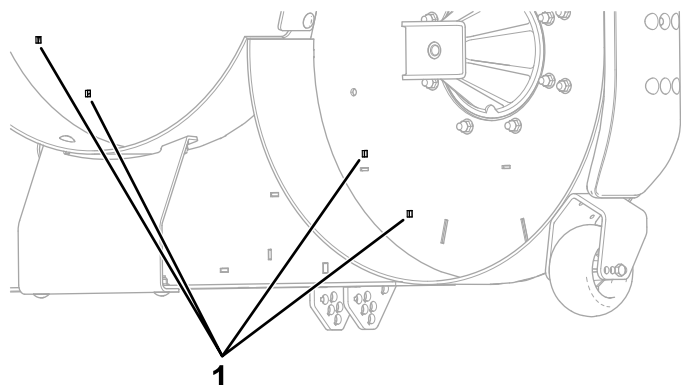

Figura 4
1. Retire as 4 velas da plataforma do cortador (Figura 4).